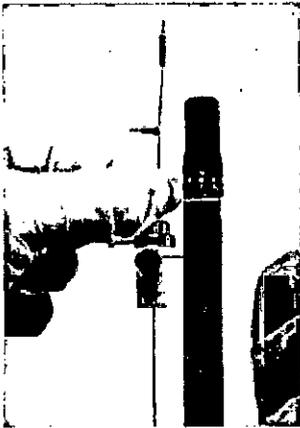

Figura 38
8. Inserte el microelectrodo en el transportador y el tubo espaciador hasta que el tope del microelectrodo esté alineado con el transportador. (Ver Figura 38)